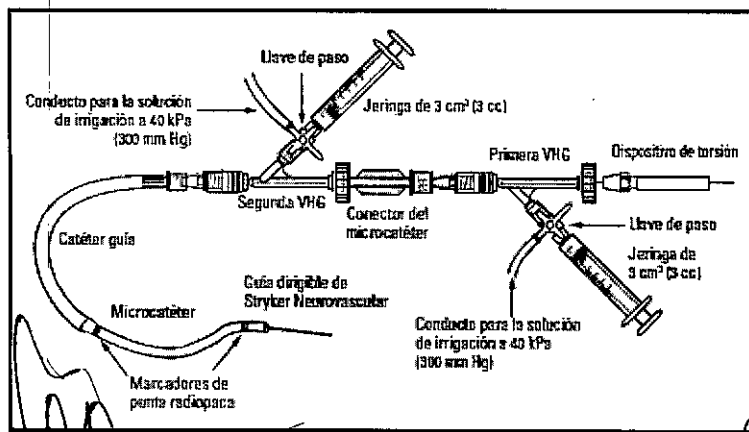

Figura 1 Ejemplo del sistema de irrigación continua
4. Deslice el dispositivo de torsión sobre el extremo proximal de la guía como en la Figura 1 y asegúrelo.
La configuracion para irrigacion continua recomendada se muestra en la Figura 1. Las VHG proporcionan un fuerte sellado del fluido y se acoplan al cateter guia y al microcateter. Las llaves de paso se acoplan al brazo lateral de la VHG y se convierten en orificios de infusion para irrigacion o para inyeccion del medio de contraste.
2. Abra el tornillo de ajuste de la VHG e introduzca con cuidado el conjunto de microcateter y guía en la VHG del cateter guía (segunda VHG en la Figura 1). Apriete la valvula con junta torica alrededor del microcateter lo suficiente para evitar el reflujo, pero sin impedir el avance del microcateter.